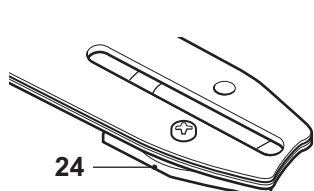
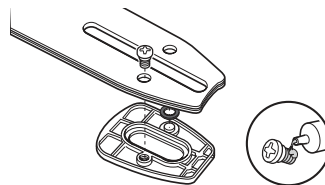

Fig. 39
Fig. 40
- > Le fait de retourner le guide-chaîne [4] à 180° permet d'assurer une usure uniforme et donc de prolonger sa durée de vie. Ôtez le disque de tension [24] du guide-chaîne après avoir enlevé sa vis de fixation (Fig. 39). Vérifiez que la rondelle en caoutchouc [a] est en bon état. Retournez le guide-chaîne et fixez de nouveau le disque de tension avec la vis. Appliquez une goutte de colle adéquate sur la vis au préalable, afin d'assurer qu'elle reste bien en place (Fig. 40).